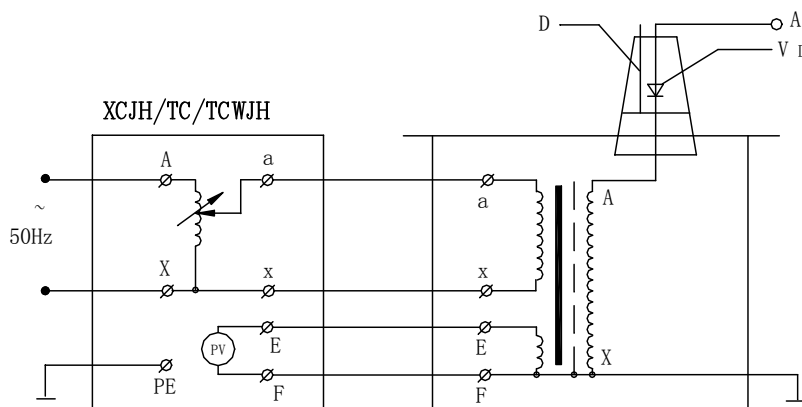

图 4: 单台 YDJ (G) 全绝缘试验变压器原理图
2、单台 YDJ (G) 全绝缘试验变压器的工作原理图见图 4，图中高压套管中装有高压硅堆，串接在高压回路中作半波整流，以获得直流高电压。当用一短路杆将高压硅堆短接时，可获得工频高电压，作为交流输出状态；取消短路杆时，作为直流输出状态。